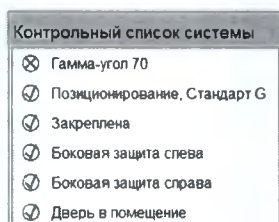

Рис. 4.9 Состояние системы блокирования в контрольном списке системы
- **Гамма- угол N:** обозначает гамма-угол (**значение**), под которым позиционирован адаптер рамы. Значение **N** не отображается до тех пор, пока адаптер рамы не будет позиционирован под определенным гамма-углом. Если адаптер рамы позиционирован под гамма-углом, отличающимся от гамма-угла, заданного в выбранной серии, за системой блокирования появляется изображение красного креста в кружке (см. Рис. 4.9) и на экран выводится системное сообщение.